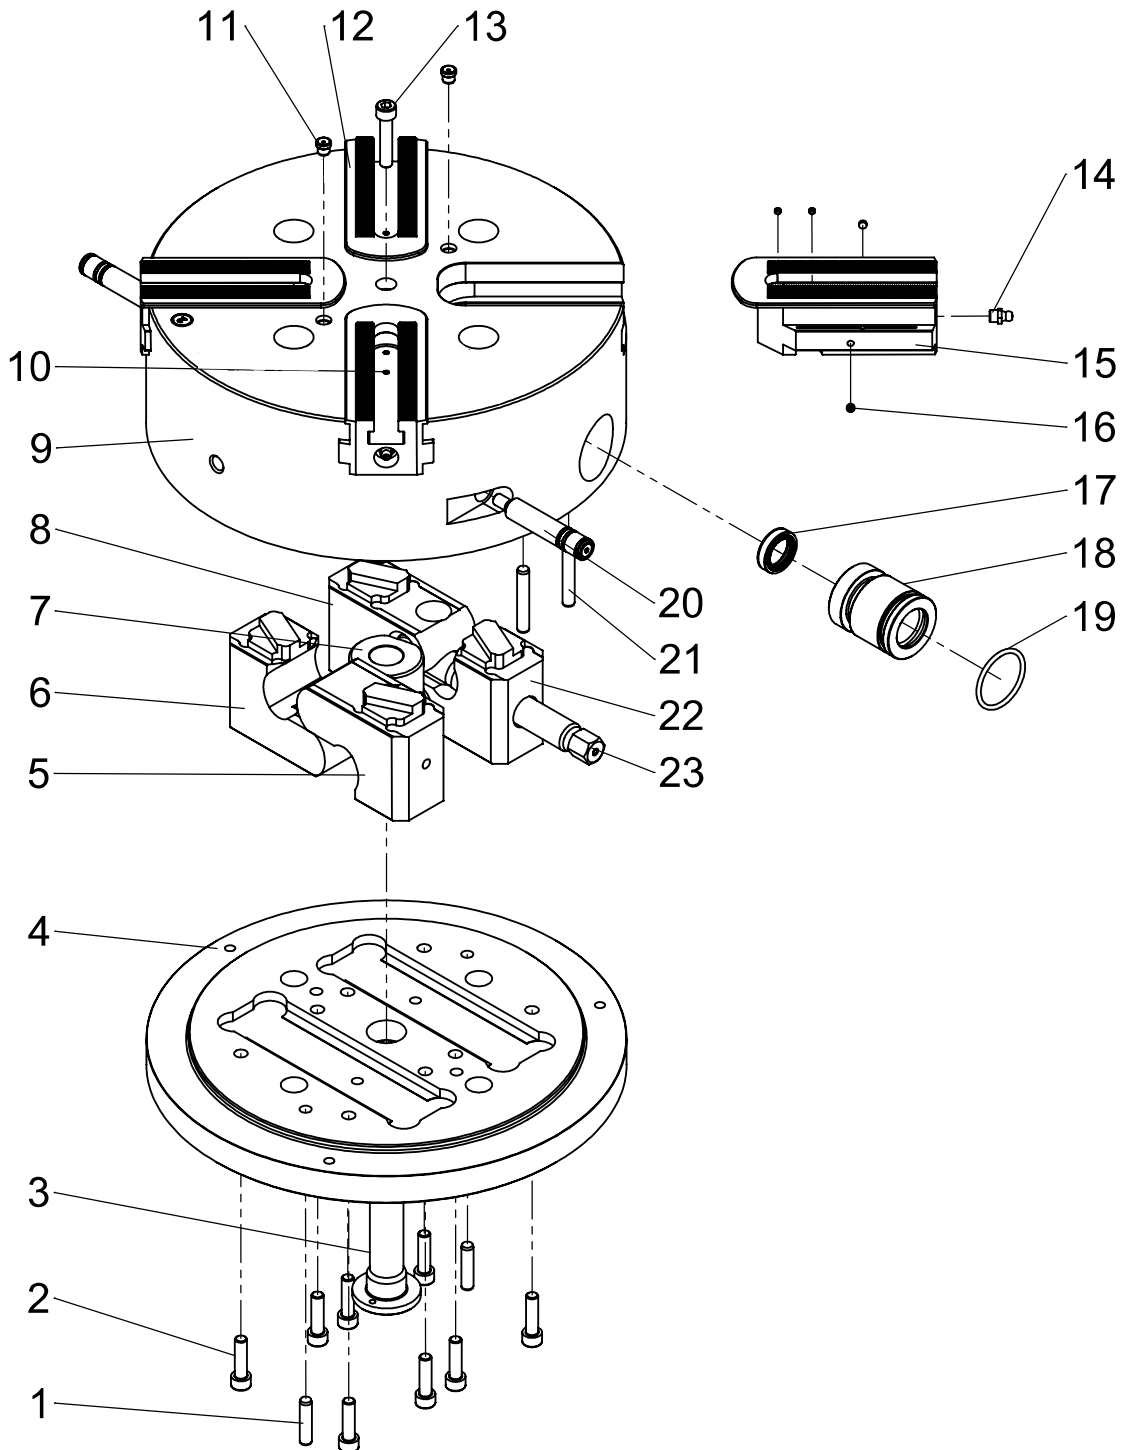

Fig. 8-1: Piezas de repuesto (VD016 - VD040)
Paso 1 Busque la pieza de repuesto que necesita en las Fig. 8.1 / 8.2 / 8.3 / 8.4 / 8.5.